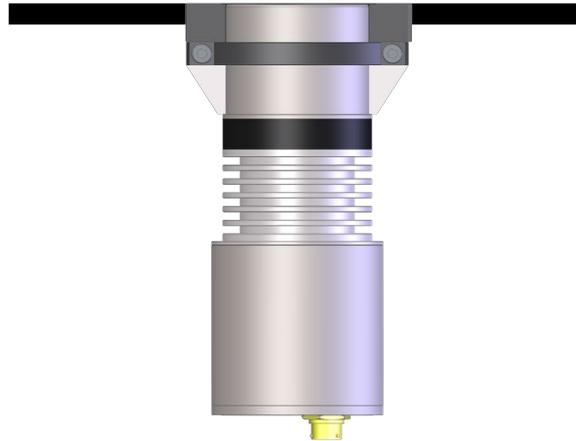

Figura 24: Sensor montado à face
5. Certifique-se de que o sensor está nivelado com a parede interna da localização de instalação (Figura 24). Ajuste a posição do anel se o sensor não estiver ao mesmo nível.